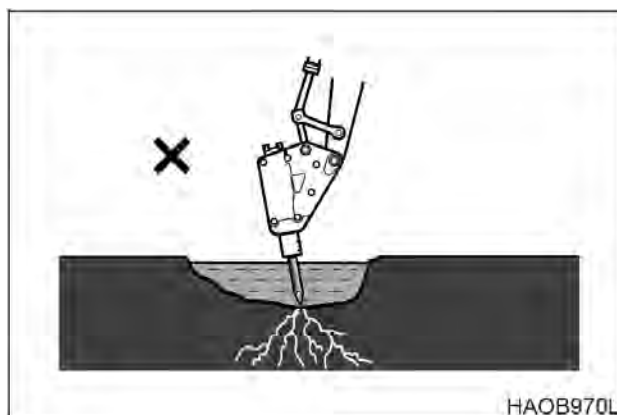

Рис. 74
6. ЗАПРЕЩАЕТСЯ погружать корпус дробилки в воду, если она не приспособлена для подводных работ. Уплотнитель дробилки может быть поврежден, что приведет к возникновению ржавчины, попаданию посторонних предметов и воды в гидравлическую систему и ее повреждению. В воду можно погружать только сам инструмент дробилки. См. рис. 74.